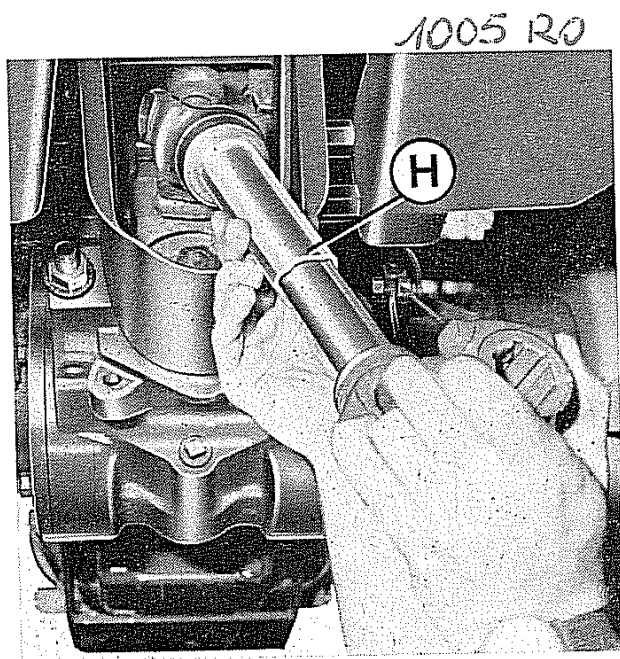
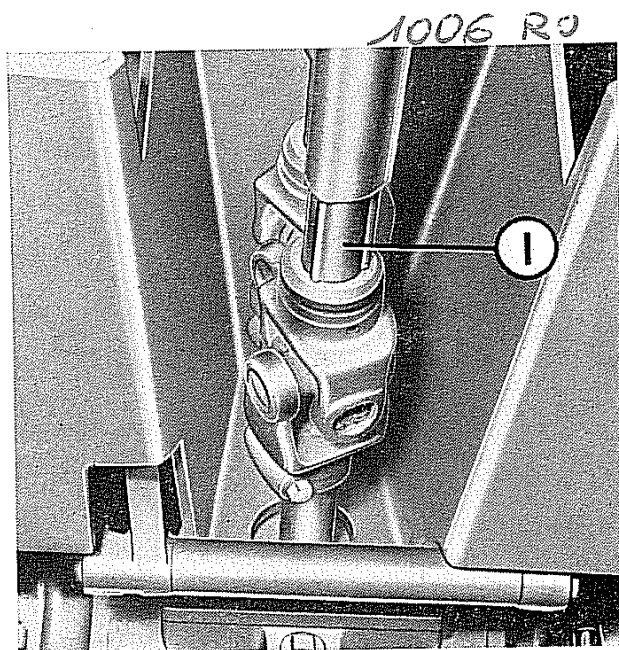

Fig. 64
Fig. 65
- Infine dalla parte inferiore della macchina infilare il giunto superiore **H** (fig. 64) che trasmette il moto dal differenziale anteriore al differenziale posteriore, poi il giunto inferiore **I** (fig. 65) che trasmette il moto alla presa di forza del retrotreno.